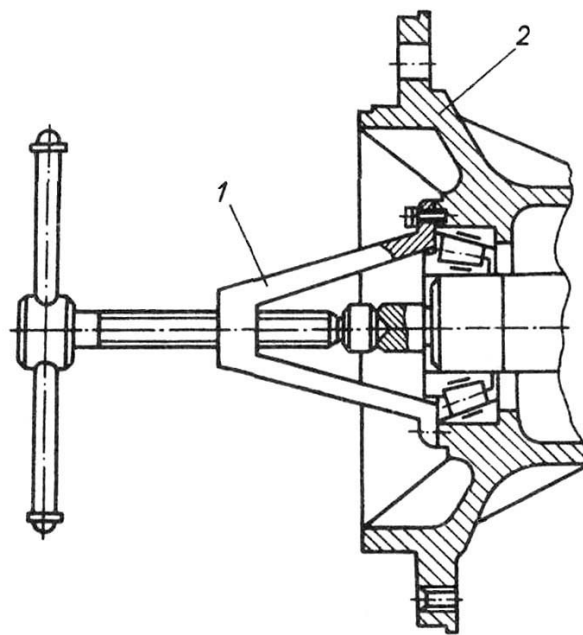

Рис.38. Снятие ступицы с тормозным барабаном:
11. Спрессовать с помощью съемника 1 (рис.38) ступицу в сборе с тормозным барабаном. Отвернуть болты крепления крышки 38 (см. рис.37), снять крышку в сборе с манжетой, вынуть из ступицы внутренние обоймы подшипников 15. Выпрессовать из крышки 38 манжету.